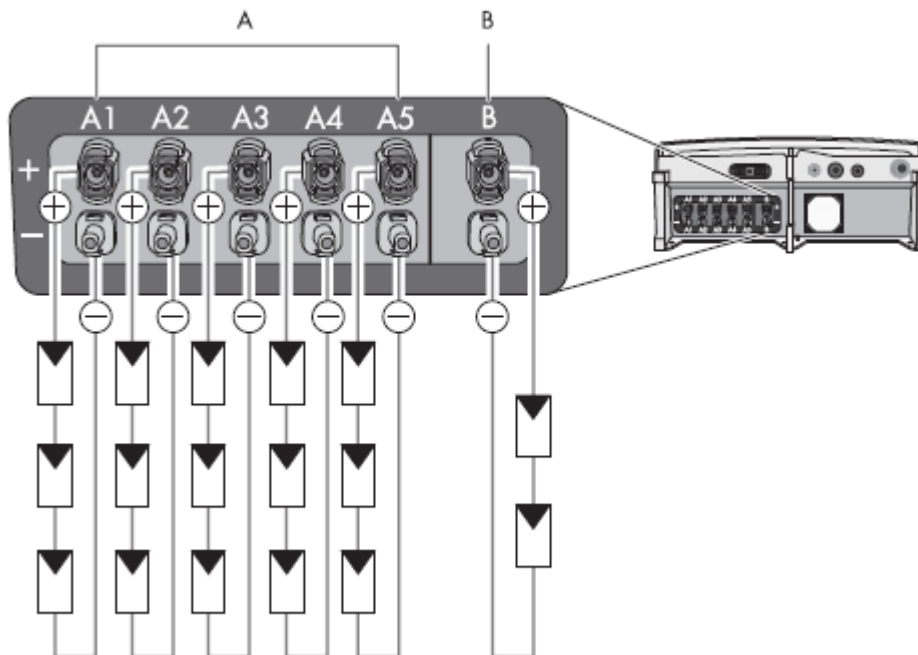

Figure 64 - Onduleur avec fusibles de chaîne électroniques
La Figure 64 montre un onduleur avec fusibles de chaîne électroniques. Il est composé de 2 MPPT A et B. Une seule chaîne est raccordée au MPPT (B). Elle est utilisée comme référence et sert de source d'alimentation pour les fusibles de chaîne électroniques lorsque l'onduleur est déconnecté du réseau.